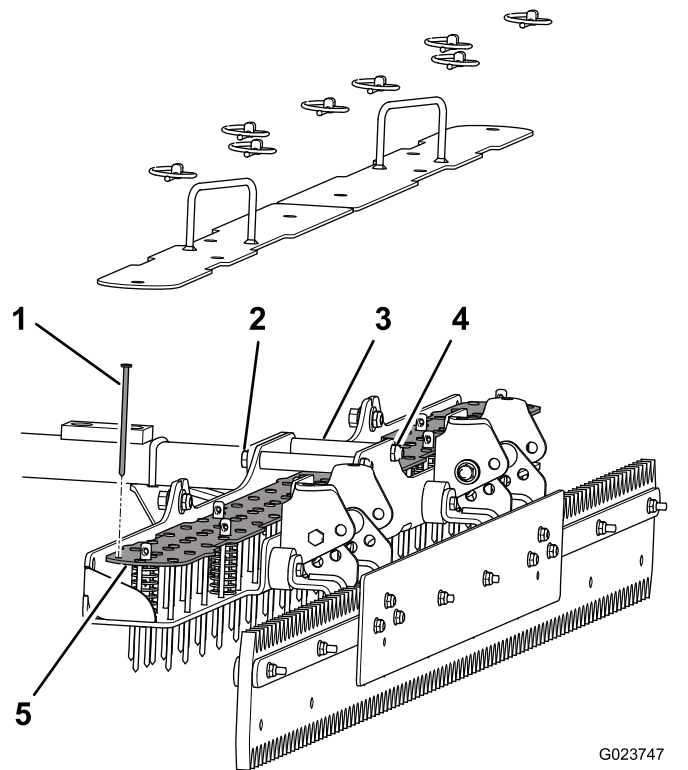

Figura 9
- Insira os dentes através da placa de dentes e a placa inferior (Figura 9).